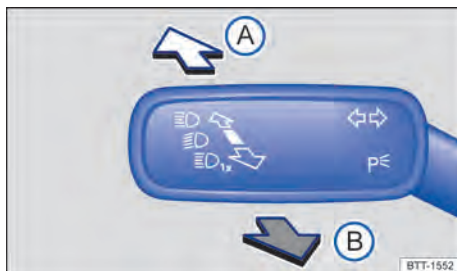

Fig. 110 À esquerda na coluna de direção: alavanca dos indicadores de direção e do farol alto.
- Trazer a alavanca dos indicadores de direção e do farol alto da posição central para a seguinte posição → **Fig. 110**: